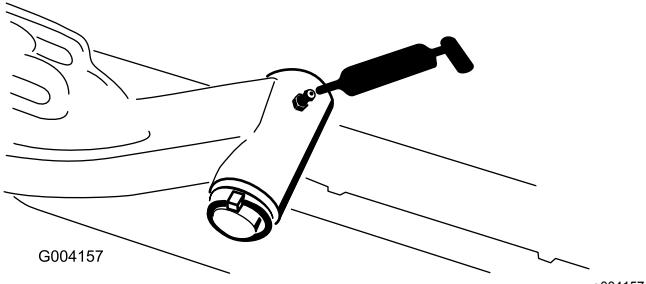

Bild 30
- Hubarmgelenkwelle (1) — Bild 30